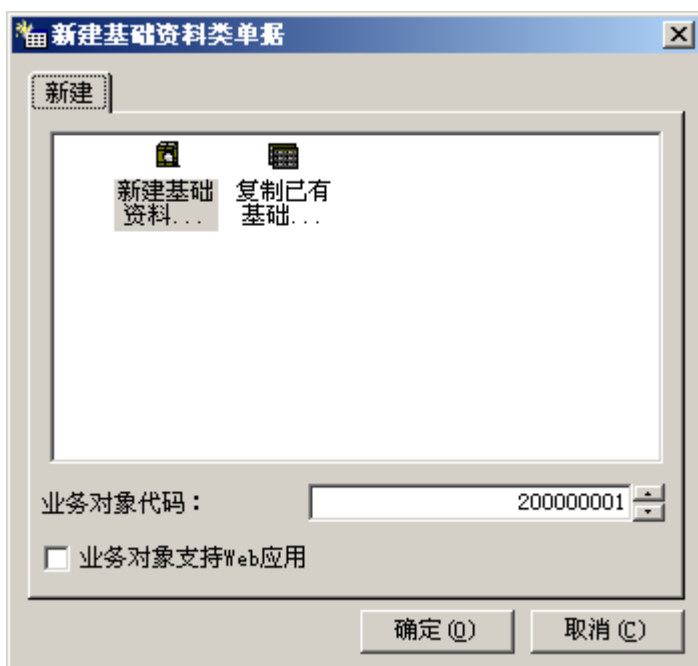

图 4-21
- 2 单击【工程 → 新建基础资料类单据】，出现新建基础资料类单据对话框，如图 4-21：